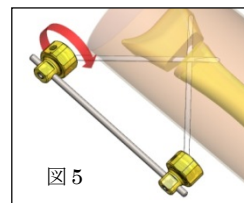

図5
- PinFix 創外固定器用ロッドを取り付け、ジョイントナットを締め付ける(図5)。